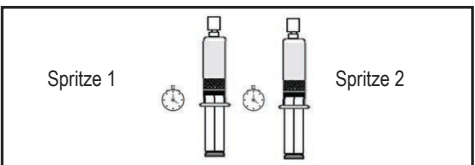

Abbildung 13.
- 4.1 Den Inhalt vorsichtig schwenken und warten, bis sich die Mikrosphären in Richtung des Kolbens abgesetzt haben. Es kann einige Minuten dauern, bis der Absetzungsvorgang vollständig abgeschlossen ist (Abbildung 13).